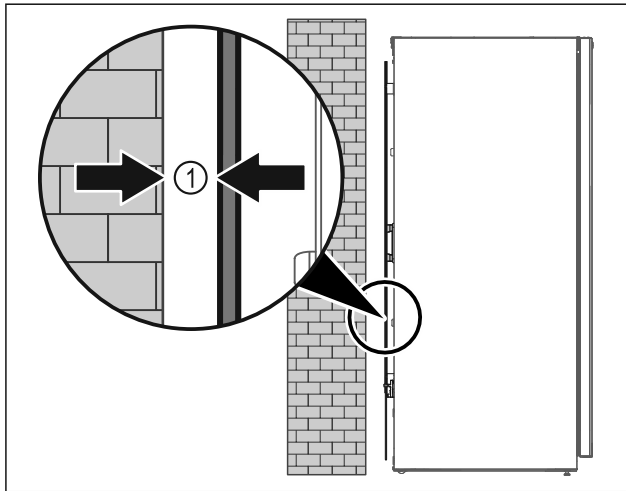

Fig. 6
- Posizionare l'apparecchiatura in un punto a piacere del locale (libera installazione) oppure addossato a una parete a una distanza minima di 5 mm Fig. 6 (1).